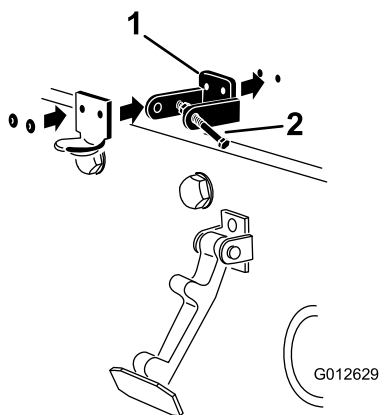

Figura 5
4. Ao alinhar os furos de montagem, posicione o suporte do trinco CE e o suporte do trinco do capot no capot (Figura 5).
6. Aplique rebites nos suportes e nas anilhas ao capot (Figura 5).